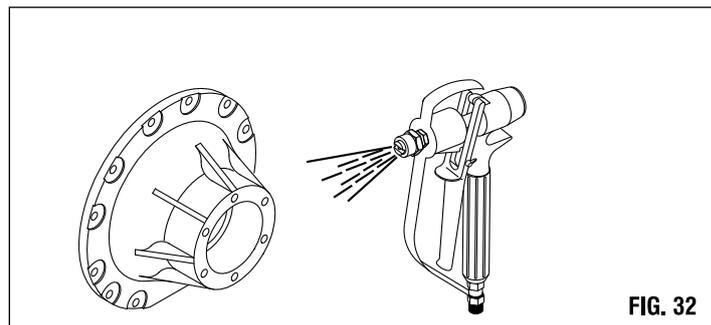

FIG. 32
8) Raggiunta la pressione ottimale, rivolgere la pistola verso l'oggetto da verniciare ed iniziare il ciclo di lavoro (fig.32).